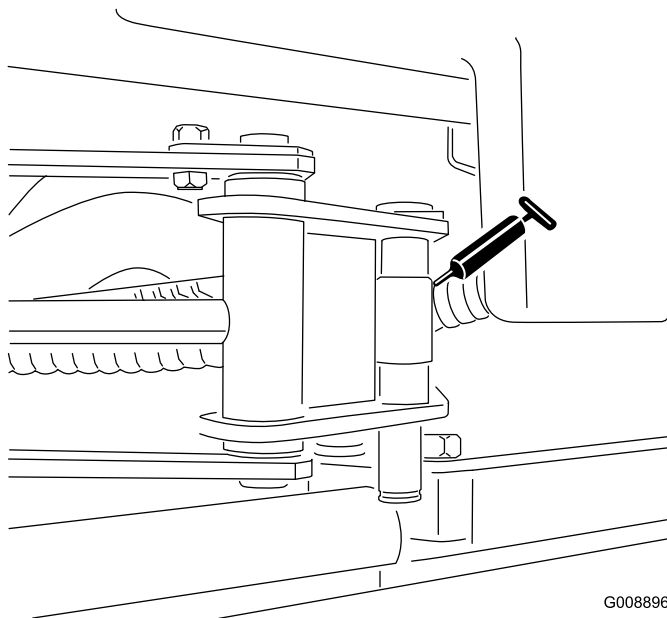

Figura 38
- Estremità del cilindro SideWinder (2) (Figura 38)